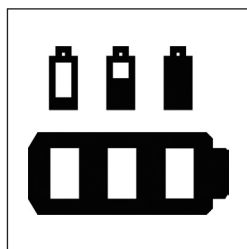

Figure 9 Indicateur de batterie sur la commande manuelle.
- Il y a un indicateur de batterie sur la commande manuelle (Voir figure 9).